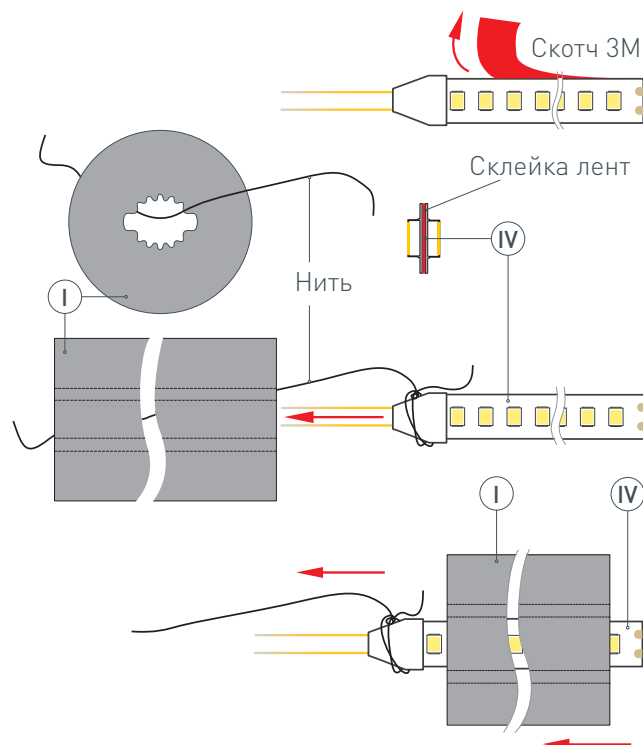

Рис. 1. Протяжка светодиодных лент (IV) в профиль (I), вид сверху
Установите* светодиодные ленты (IV) в профиль (I). Для этого необходимо снять защитный слой со скотчем на светодиодных лентах (IV) и склеить ленты тыльными сторонами, чтобы можно было протянуть через профиль. Затем привязать нить (находится внутри профиля) с одной стороны профиля (I) к склеенным светодиодным лентам (IV), как показано на рис. 1. Чтобы втянуть ленты в профиль, сначала аккуратно поместите кабели питания светодиодных лент (IV) внутрь профиля (I), а затем, насколько это возможно, вставьте край светодиодных лент. Аккуратно потяните за нить с другой стороны профиля (I) и тем самым протяните** светодиодную ленту (IV) в профиль (I). Отвяжите нить от светодиодной ленты. **! ЗАМЕНА ЛЕНТЫ.** Если понадобится заменить уже установленные в профиле светодиодные ленты, то необходимо проделать те же действия: привяжите нить к светодиодным лентам с одной стороны профиля, аккуратно потяните ленту с другой стороны профиля. Таким образом, нить снова окажется внутри профиля, готовая для повторного использования.